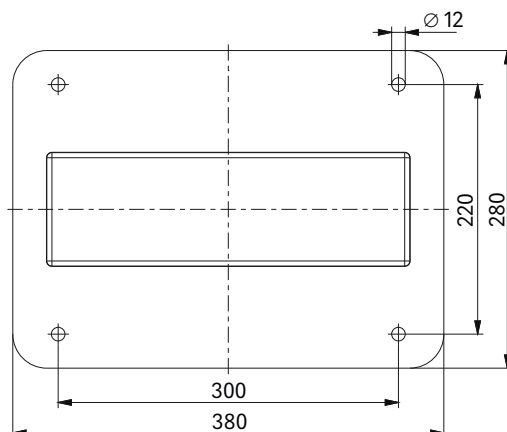

Bild 1
3. Montieren Sie die Stele auf ein Fundament. Bild 1 zeigt das Lochbild der Bodenplatte. Die Löcher haben einen Durchmesser von 12 mm. Wir empfehlen die Verwendung von Schrauben bzw. Gewindebolzen M10. Das KATHREIN-Fundament FUDM – 63010003 paßt genau zum Lochbild der Stele und hat vier eingegossene Gewindebuchsen M10. Das erspart das Bohren von Löchern und Sie können die Stele mit den Schrauben M10x25 und Unterlegscheiben A10,5 aus dem Zubehör direkt auf dem Fundament befestigen.